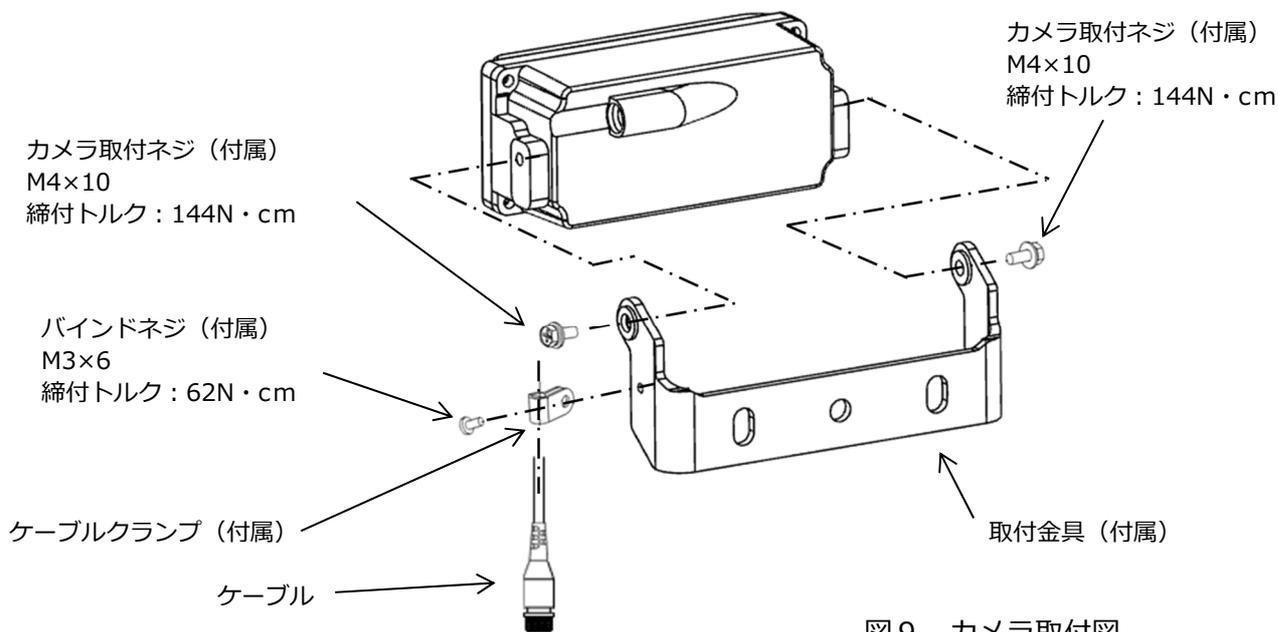

図9 カメラ取付図
(1) カメラ取付ネジ（M4×10、2本）にてカメラ本体を、ケーブルクランプ及び、ケーブル取付用バインドネジ（M3×6、1本）でケーブルを仮固定します。（図9参照）